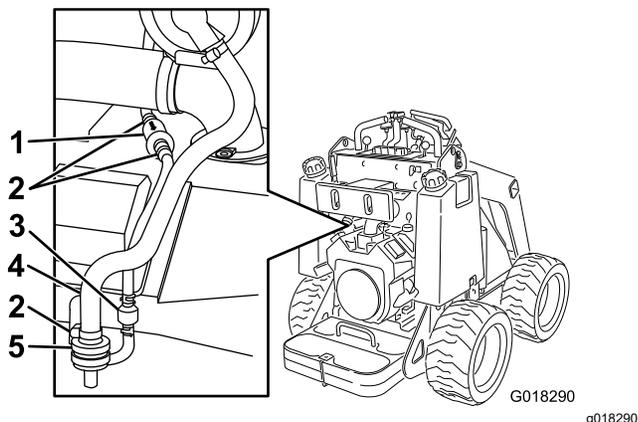

図 22
3. カーボンキャニスタエアフィルタ上部のホースクランプゆるめる 図 22。
4. エアフィルタを外して捨てる 図 22。
5. 新しいフィルタをホースに取り付け、ホースクランプで固定する 図 22。
3. カーボンキャニスタ・パージラインフィルタの前後両側についているホースクランプをゆるめてフィルタから遠い位置に移す 図 22。
4. パージラインフィルタを外して捨てる 図 22。
5. 新しいフィルタをホースに取り付けるフィルタについている矢印がチェックバルブの方を向くように取り付け、ホースクランプで元のように固定する 図 22。